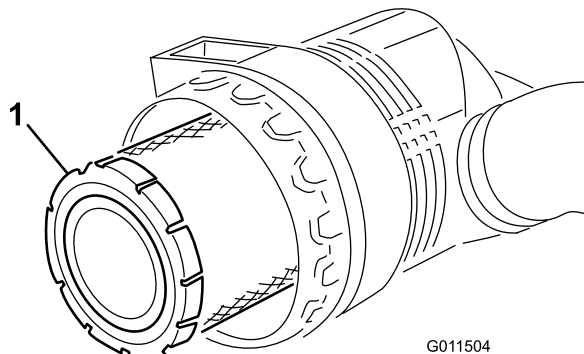

Figura 54
4. Retire y cambie el filtro primario (Figura 54).